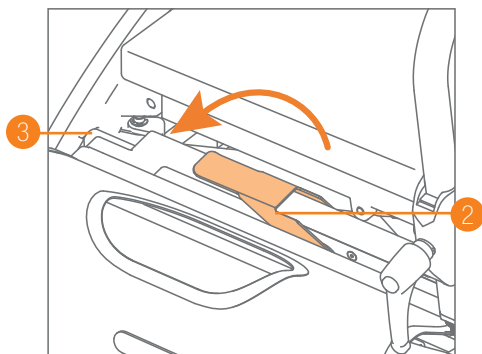

Abbildung 32: Verriegeln des Rollstuhlpakets.
- d. Drücken Sie den roten Hebel vorsichtig nach unten, um das Rollstuhlpaket zu verriegeln. Die Verriegelungsbolzen werden sich ausfahren und das Paket sichern (**Abbildung 32**). Jetzt können Sie den Rollz Motion Electric als Rollator verwenden und das Rollstuhlpaket mitnehmen.